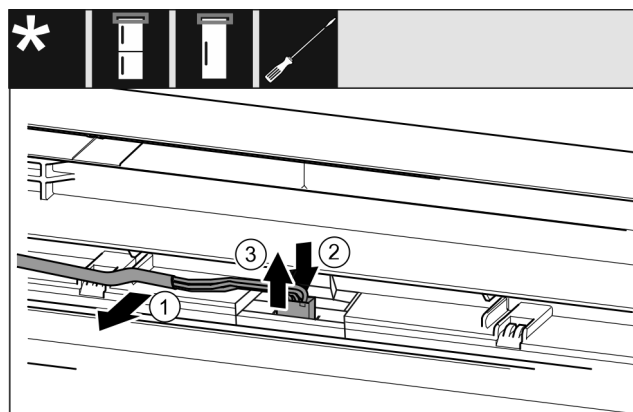

Fig. 14 Hladilno/zamrzovalne kombinacije / zamrzovalniki / hladilniki
- Previdno ločite kabel Fig. 14 (1) in vodilo v vratih.
- Potisnite spono Fig. 14 (2) za vtičem v smeri nazaj.
- Previdno izvlecite vtič Fig. 14 (3) v smeri navzgor.